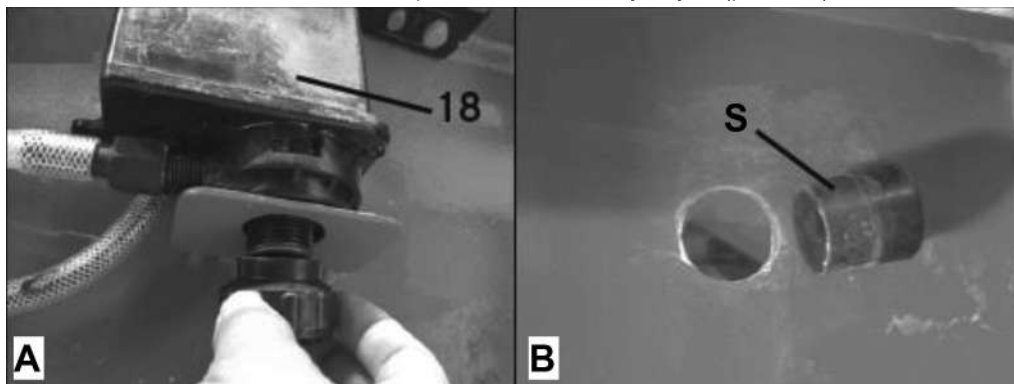

Рис. 4
3. Установите водяной насос (18) в ванну на кронштейн и зафиксируйте пластиковой гайкой (рис. 4А).
4. Установите в сливное отверстие ванны заглушку S (рис. 4В).